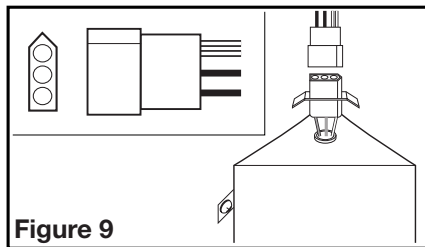

Figure 9
- Plug the fan's quick connect motor cord into the receptacle. This cord will only fit one way into the receptacle (**Figure 9**).
- Brancher le cordon à raccordement rapide dans le réceptacle. Ce cordon ne s'ajuste que d'une seule façon dans le réceptacle (**Figure 9**).